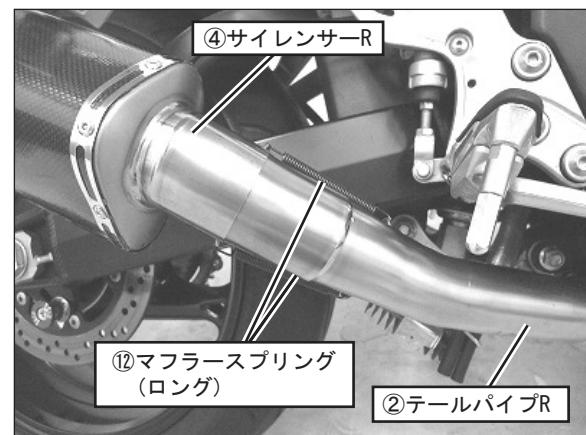

FIG. 12
9. ②テールパイプRに④サイレンサーRを差し込み、⑯マフラースプリング(ロング)をスプリング取付工具を使用して取り付けて下さい。(FIG. 12参照)